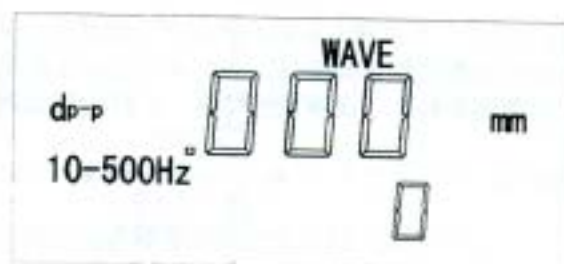

图 3-6
3. 按 A. V. D 键调整直到变为测量位移方式，见图 3-6；